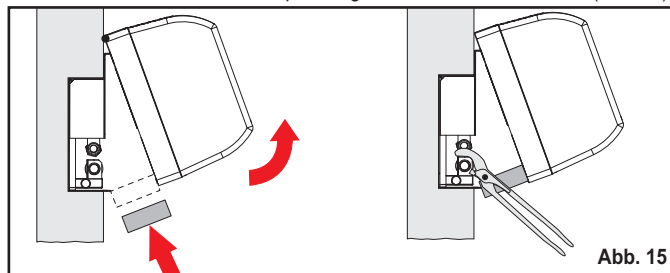

Abb. 15
5) Das Gebläse anheben und den eigens hierfür vorgesehenen Abstandhalter aus Polystyrolschaumstoff einfügen, um auf die Ventile Zugriff zu bekommen und sie an die Maschine und an die Hauptleitung anschließen zu können (Abb. 15).